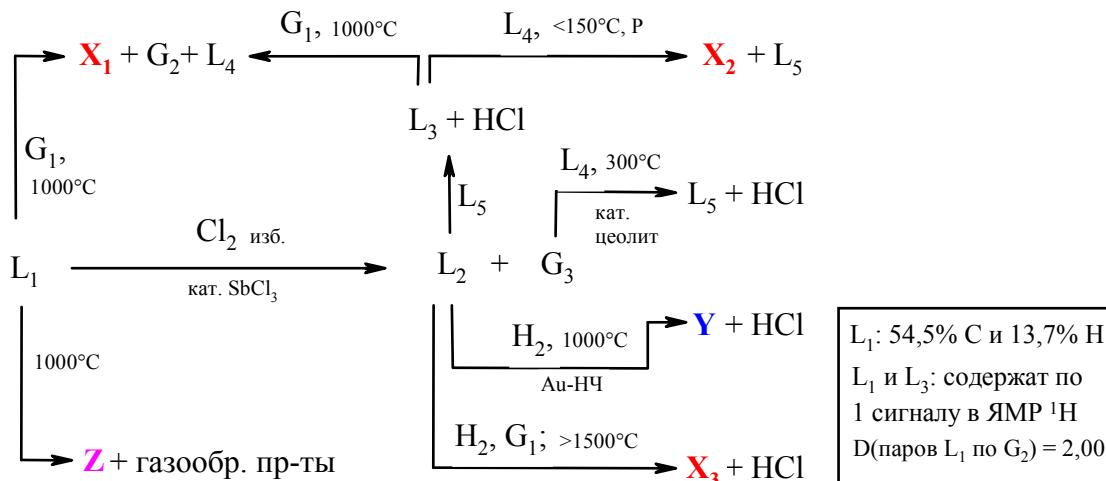

Рис.1. Схема превращений. Вещества, обозначенные **G** – газы, **L** – жидкости, **X1, X2, X3, Y, Z** – твердые нанопродукты.
1. Расшифруйте вещества (рис. 1). Поясните логику своего решения и запишите уравнения реакций получения всех нанопродуктов. (5 баллов)
**1.** Расшифруйте вещества (рис. 1). Поясните логику своего решения и запишите уравнения реакций получения всех нанопродуктов. (5 баллов)